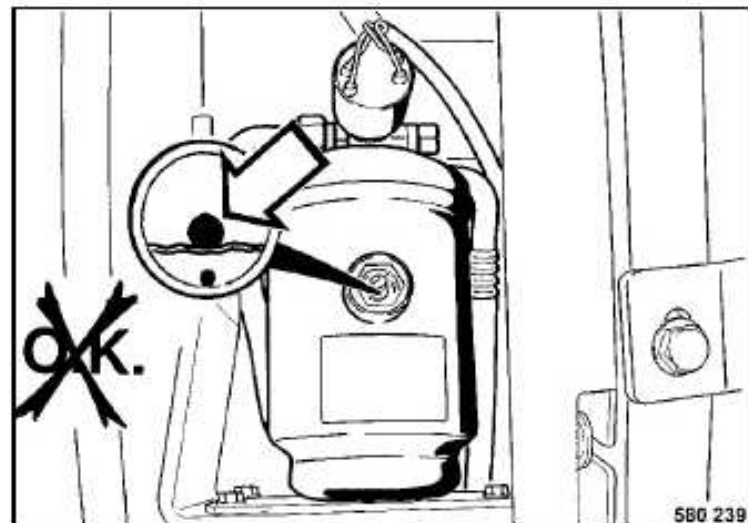

Fig. 119
- Si el flotador esférico blanco (Fig. 119) se encuentra abajo en el cristal de observación de la unidad secadora/colectora hay que informar el servicio posventa.